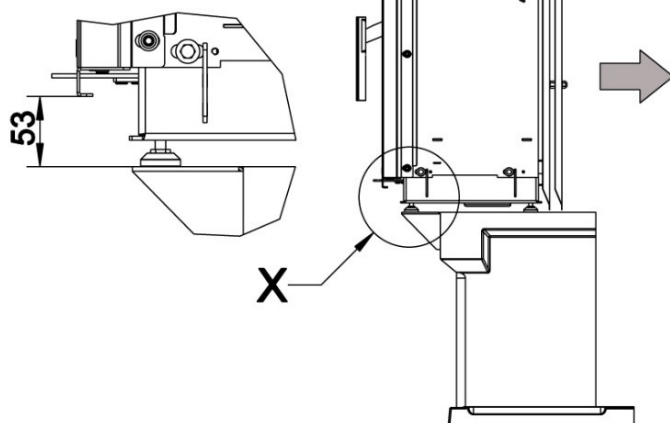

**Abbildung 6: Ausrichten und einfügen
3. Platzieren Sie den Kamineinsatz im richtigen Abstand zur Rückwand (siehe Abbildung 6). Wichtig: Richten Sie den Kamineinsatz anschließend mit einer Wasserwaage aus.